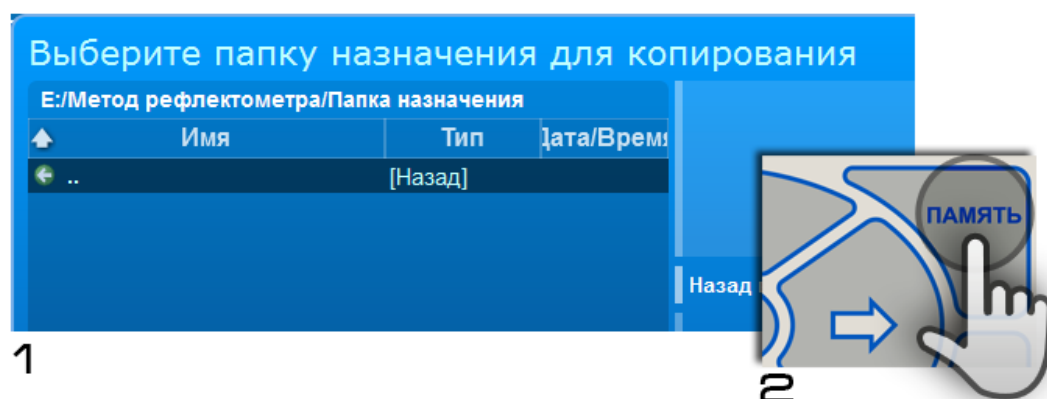

Рис. 37. Иллюстрация завершения выбора каталога назначения для копирования или перемещения
Отобразится диалоговое окно назначения для копирования или перемещения (рис. 37).
3. Выберите папку назначения для копирования или перемещения в соответствующем диалоговом окне (рис. 37, поз. 1).
4. Нажмите кнопку «Память» для завершения операции (рис. 37, поз.2).